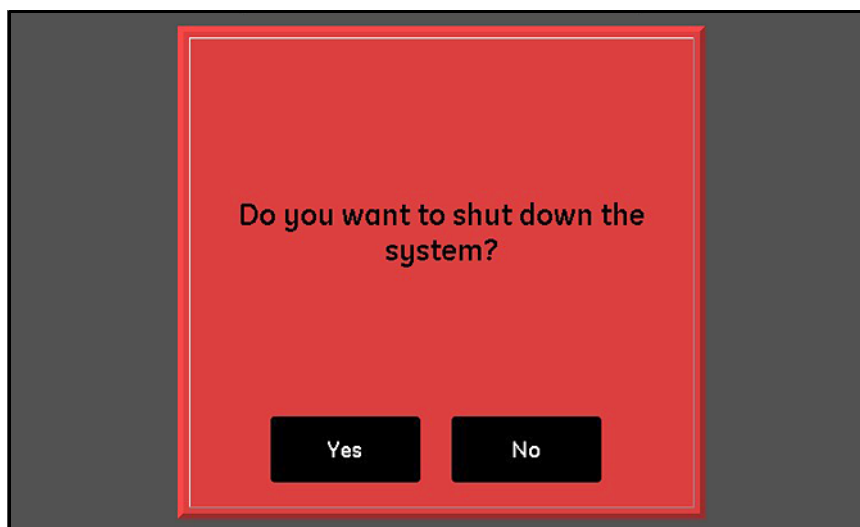

Figura 31: Schermata di conferma dello spegnimento
3. Nella schermata di conferma mostrata nella *Figura 31*, toccare il pulsante **Sì** per spegnere l'unità o toccare il pulsante **No** per annullare la richiesta.
Per spegnere il sistema moisture.IQ, toccare il pulsante **Spegni**. Quindi toccare **Sì** o **No** nella schermata di conferma simile a quella mostrata nella *Figura 31* a pagina 35.